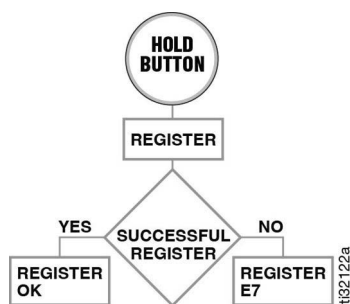

FIG. 3
3. L'écran affiche ENREGISTREMENT OK (FIG. 3, page 6) quand le contrôleur de niveau de cuve (TLM) est enregistré avec le logiciel Pulse. Ceci peut durer 20 secondes.
Si le contrôleur de niveau de cuve (TLM) n'a pas été enregistré avec le logiciel Pulse, le message d'erreur ENREGISTREMENT E7 s'affiche (voir l'étape 1, FIG. 3).